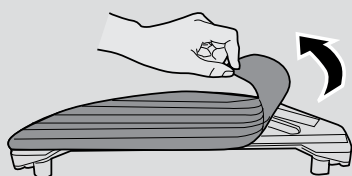

Abb. 13
1. Entfernen Sie das Wischtuch vom unteren Teil des Wasserbehälters. [Abb. 13]